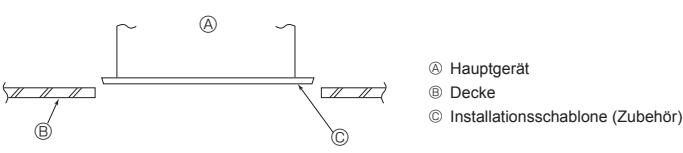

Fig. 4-7
4.6. Überprüfung der Hauptgeräteposition und Festziehen der Aufhängungsstehbolzen (Fig. 4-7)